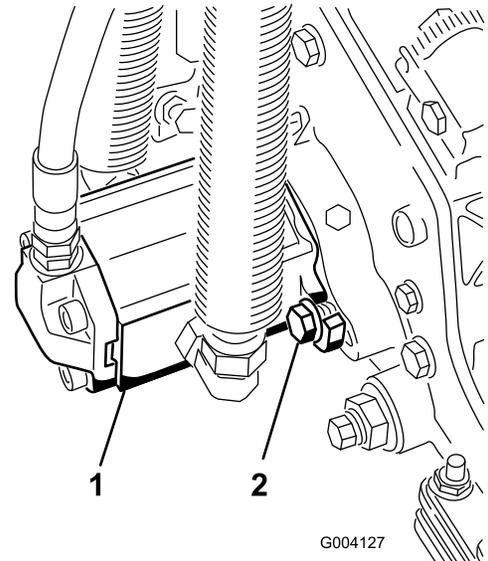

Bild 13
16. Montieren Sie den Motor; drehen Sie ihn nach rechts, damit die Motorflansche nicht die Schrauben berühren (Bild 13). Drehen Sie den Motor nach